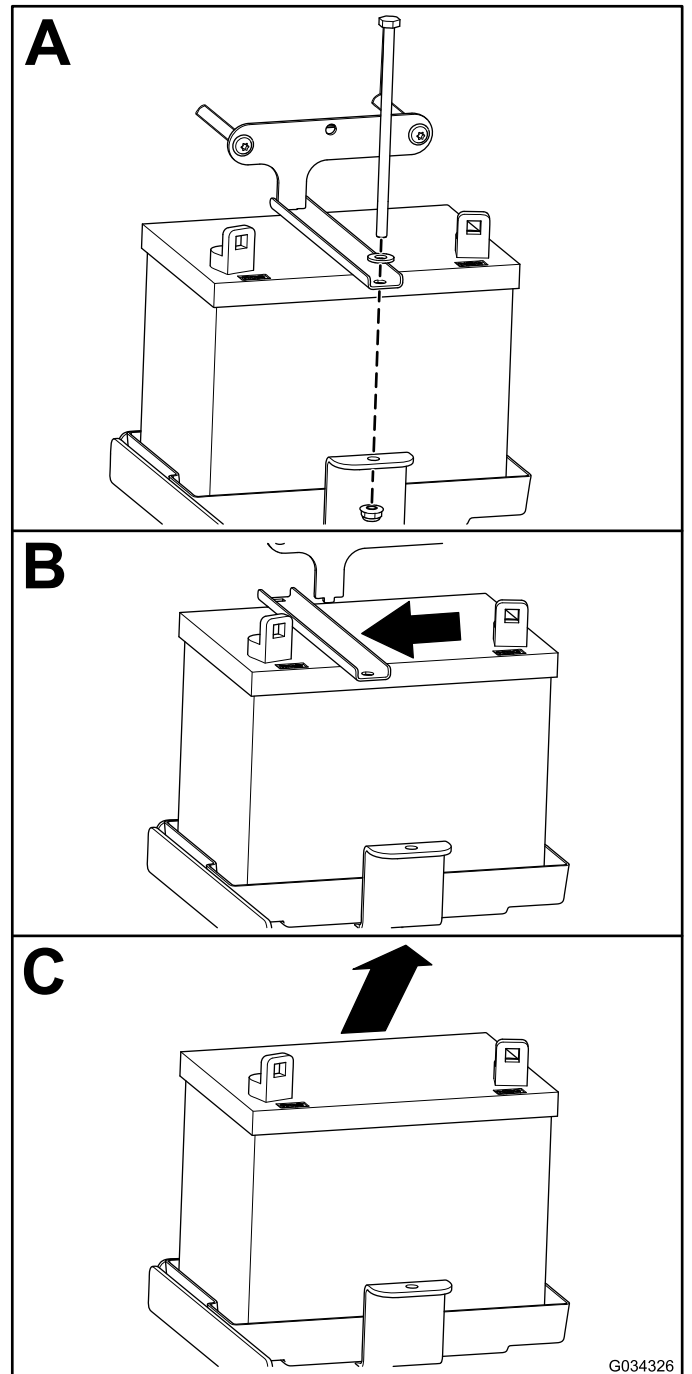

Bild 46
2. Nehmen Sie die Batterie heraus, wie in Bild 46 abgebildet.